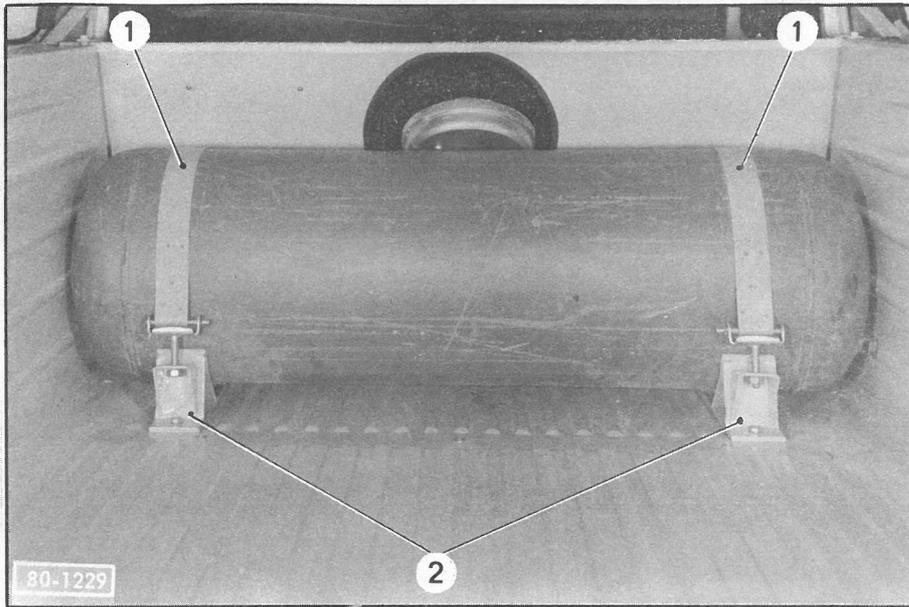

Fig. 1
- Un réservoir ( Fig.1 ) ( le réservoir d'essence est supprimé ).
#### Réservoir ( Fig.1 ) :